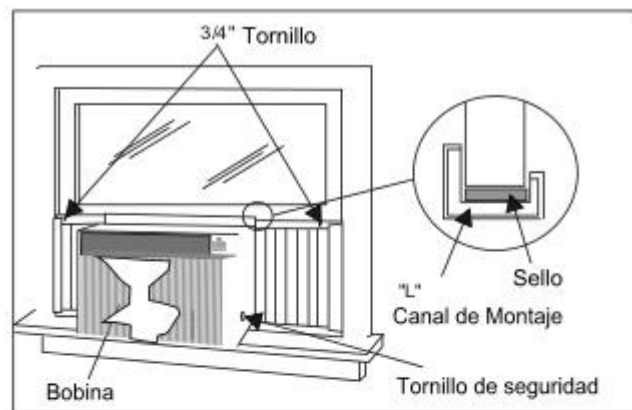

Fig. 12
B. Vuelva a instalar los tornillos de seguridad (removidos anteriormente) en ambos lados de la caja. Ver (Fig. 12)
C. Ahora asegure la estructura inferior de las persianas con un tornillo de 3 / 4 "en cada lado (Fig. 12).